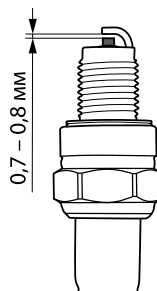

рис. 17
3. Выверните свечу шестигранным ключом и осмотрите ее. Электроды свечи должны иметь светло-коричневый цвет (рис. 17).
5. Очистите электроды мелкой наждачной бумагой до металла и проверьте зазор между заземляющим и центральным электродами, используя специальный шуп. При необходимости установите зазор 0,7-0,8 мм (рис. 17).